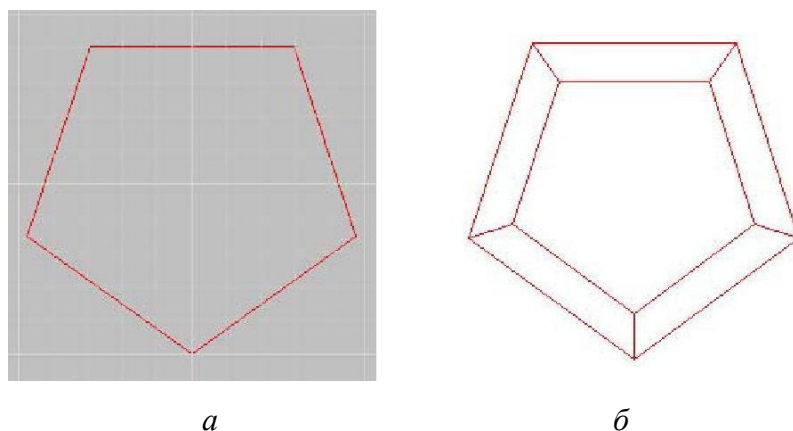

Рис. 5.24. Формирование пятиугольной усеченной пирамиды:
– Задать образующую нижней пятиугольной призмы как правильный пятиугольник, вписанный в окружность радиусом 50 (рис. 5.24, а).
– Выбрать команду  **Выдавить**, указать в ней созданный пятиугольник, далее указать угол конусности, равный  $15^\circ$ , и в конце задать высоту выдавливания, равную 40. На экране получится изображение, представленное на рис. 5.24, б.